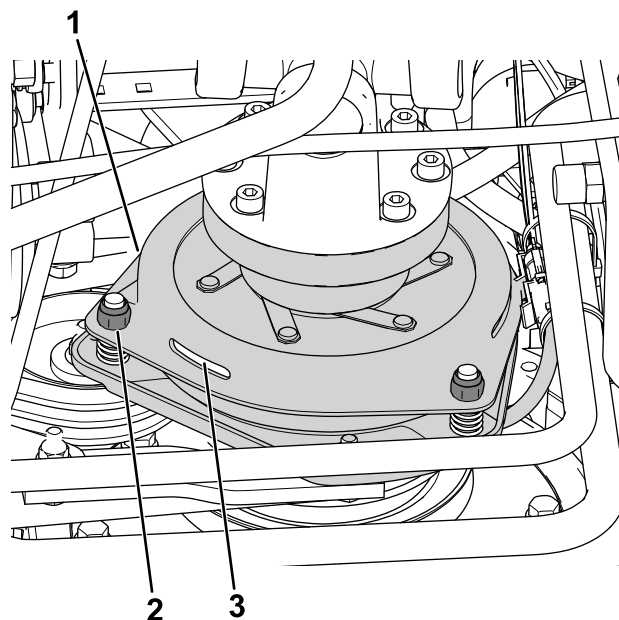

Figura 78
3. Ajuste la holgura hasta que pueda deslizarse una galga de 0,3 mm entre la guarnición del embrague y la placa de fricción con una ligera presión (Figura 78).
Nota: La holgura puede reducirse girando las tuercas de ajuste en sentido horario (Figura 78). La holgura máxima es de 0,6 mm. Ajuste las 3 holguras a 0,4 mm.